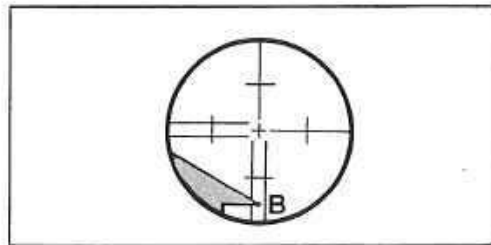

図54
- 2) 望遠鏡微動つまみ⑦で静かに望遠鏡を傾け、目標点を縦線上のB点の方に移動してみます。その時、目標点が縦線に沿って平行移動すれば修正はいりません。（図54）